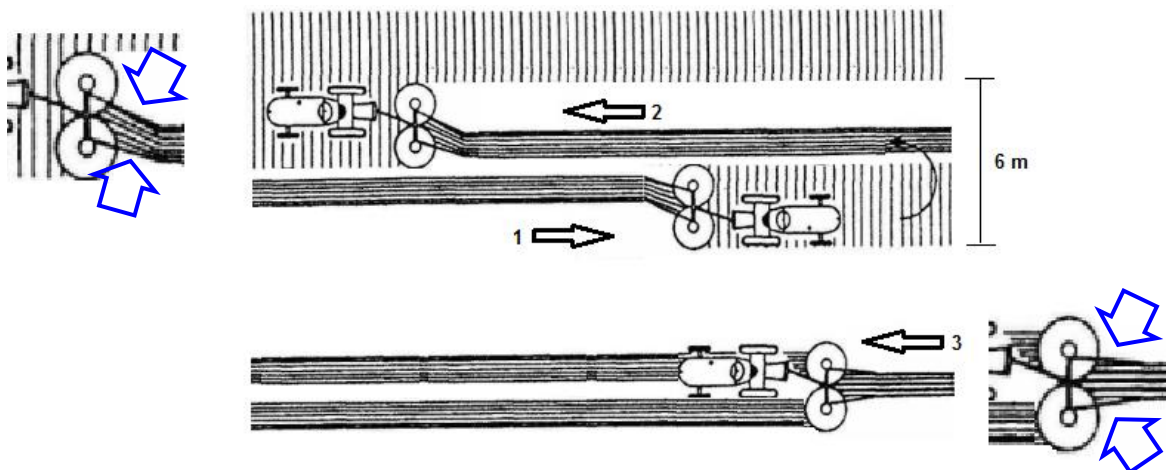

Fig. 18.
Lo schema impostato, come in fig.18, permette la formazione di andane strette (1 e 2). Il successivo passaggio del giroandatore (3) può raggrupparle entrambe. In questo modo si ottiene un'unica andana centrale da un'area che inizialmente misurava 6 m.
Setting screens as shown at Fig.18, lets put windrows in close pairs. Close windrows can be put together during the next drive. In that way you get one bank from the width of 6 m.